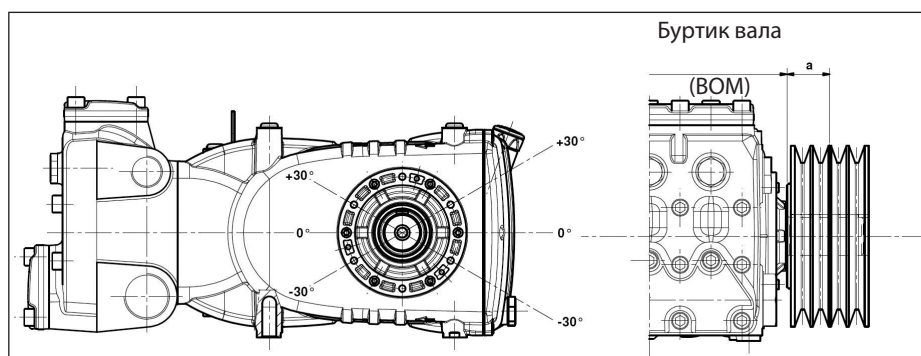

Рис. 10
Радиальная нагрузка на вал не должна превышать 7500 Н (значение, необходимое для определения компонентов). Передача считается соответствующей, если данная нагрузка прилагается на максимальном расстоянии $a=40$ мм от буртика вала (BOM), как указано на Рис. 10.
- б) Пользуйтесь ремнями с высоким КПД, например, **XPB** вместо **SPB**, поскольку в этом случае потребуется меньшее количество ремней при одинаковой передаваемой мощности, что в свою очередь сократит расстояние между результирующей силой и буртиком вала (BOM) "а" на Рис. 10.